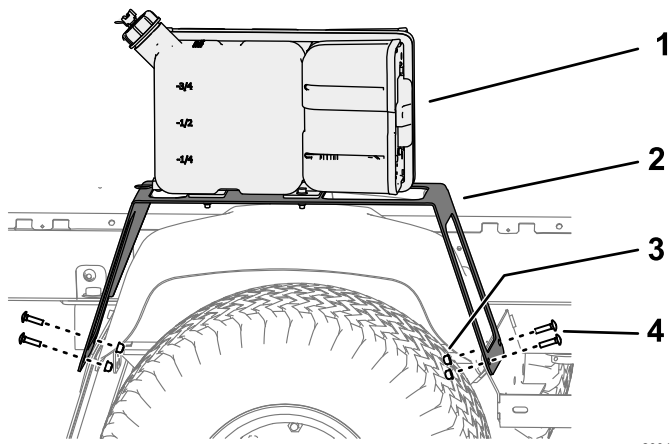

图 6
3. 将支撑托架前腿上的孔与挡泥板托架和挡泥板上的孔对齐 图 6。
4. 如 图 6 所示用 2 个车身螺栓5/16 x 1-1/4 英寸和 2 个凸缘锁紧螺母5/16 英寸将支撑托架安装到挡泥板托架和挡泥板上。
5. 将支撑托架后腿上的孔与防溅罩、挡泥板托架和挡泥板上的孔对齐 图 6。
6. 如 图 6 所示用 2 个车身螺栓5/16 x 1-1/4 英寸和 2 个锁紧螺母5/16 英寸将支撑托架安装到防溅罩、挡泥板托架和挡泥板上。